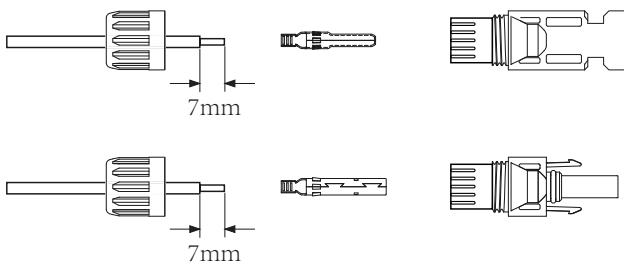

Рис. 5.3 Разбор коннектора
- в) Оголив провод постоянного тока примерно на 7 мм, отвинтите гайку (смотрите рисунок 5.3);